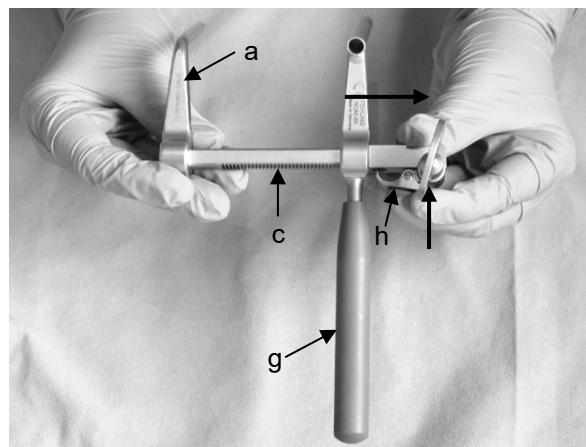

Abb. 10a
7. Nachdem die zweite Distraktionsschraube angebracht wurde, wird das Spreizersystem mit der Bohrlehre entfernt und das Spreizersystem wird wieder in den ursprünglichen Zustand gebracht. Hierfür wird die Bohrlehre (g) auf der Zahnstange (c) soweit nach außen transportiert bis sie sich abnehmen lässt (Abb. 10a). Währenddessen die Sperre der Bohrlehre (h) durch Druck in Richtung der Zahnstange (c) lösen.